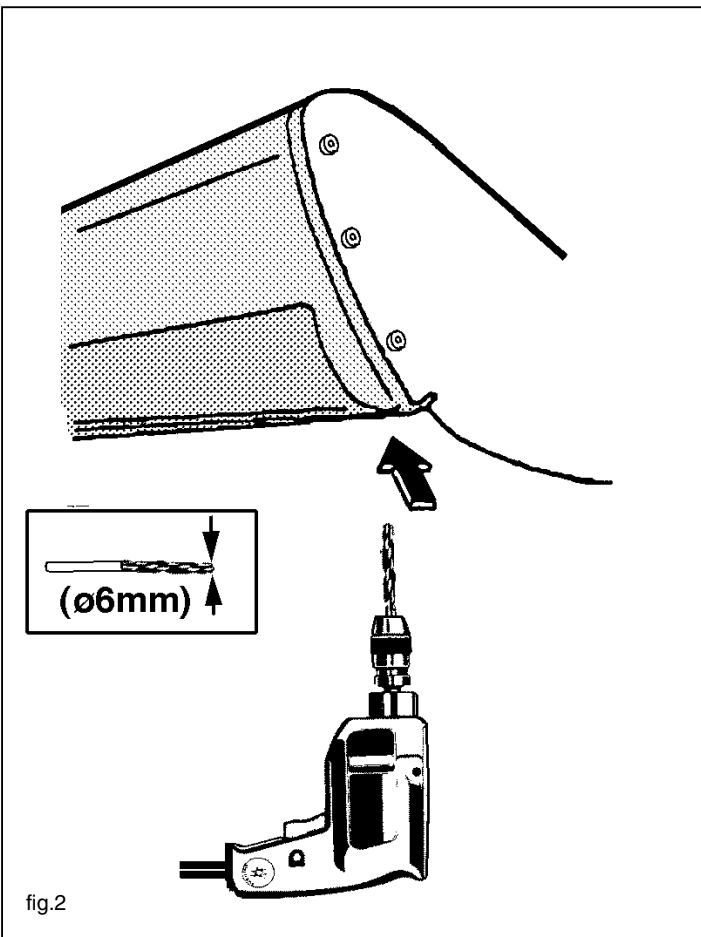

fig.2
1. Maak de bodemvloer in de bagageruimte vrij. Verwijder de zijpanelen en de accu-beschermbak. Neem de bevestiging van de accu los. Maak indien aanwezig de connector los, welke aan de rechterkant in de bagageruimte in de bumper zit. Zie fig. 1. Demonteer de bumper d.m.v. het verwijderen van vier bouten in de bagageruimte. Zie fig. 1. Boor vervolgens t.p.v. de onderkant van de wielkastranden twee popnagels d.m.v. een \varnothing 6 mm. boor uit. Zie fig. 2.
1. Zrobić dostęp do podłogi bagażnika . Zdjąć boczne ścianki oraz pokrywę ochronną akumulatora. Rozłączyć łącznik, jeśli takowy występuje, znajdujący się w bagażniku z prawej strony w zderzaku. W celu demontażu zderzaka odkręcić cztery śruby w bagażniku , patrz rysunek 1. Na spodniej stronie krawędzi skrzynki ochronnej koła wywiercić dwa nity rurkowe o średnicy 6mm, patrz rysunek 2.
1. Clear the trunk and floorboard. Remove the side panels and the protective battery case. Disconnect the battery fasteners. Detach the connector which, if present, is located in the right-hand side of the trunk in the bumper. See fig. 1. Detach the bumper by removing the four bolts in the trunk. See fig. 1. Next, use a 6 mm bit to drill two pop rivets on the underside of the wheel casing rims. See fig. 2.